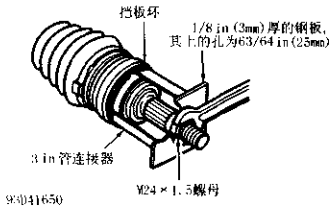

图 3-9 安装钢偏向环
③用保护罩卡箍安装工具(J-35910)和力矩扳手安装保护罩卡箍。拧紧小卡箍至100lb·ft(136N·m)。拧紧大卡箍至130lb·ft(176N·m)。
④安装新钢偏向环(若装有),使法兰面朝着等速万向节(图3-9)。紧固螺母,直至偏向环底部靠在等速万向节外座圈的肩部为止。